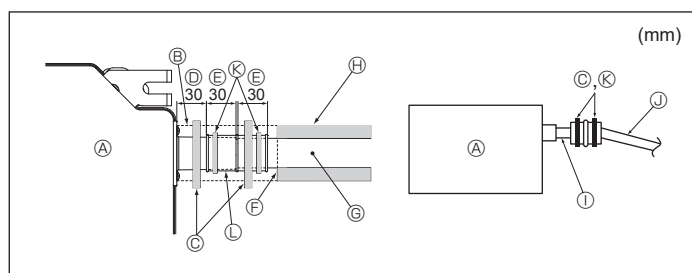

Fig. 6-2
- ① Udv. dia. ø38 PVC-RØR til grupperet rørføring. (9 mm isolering eller mere)
1. Tilslut drænmuffen (følger med enheden) til drænporten. (Fig. 6-2)